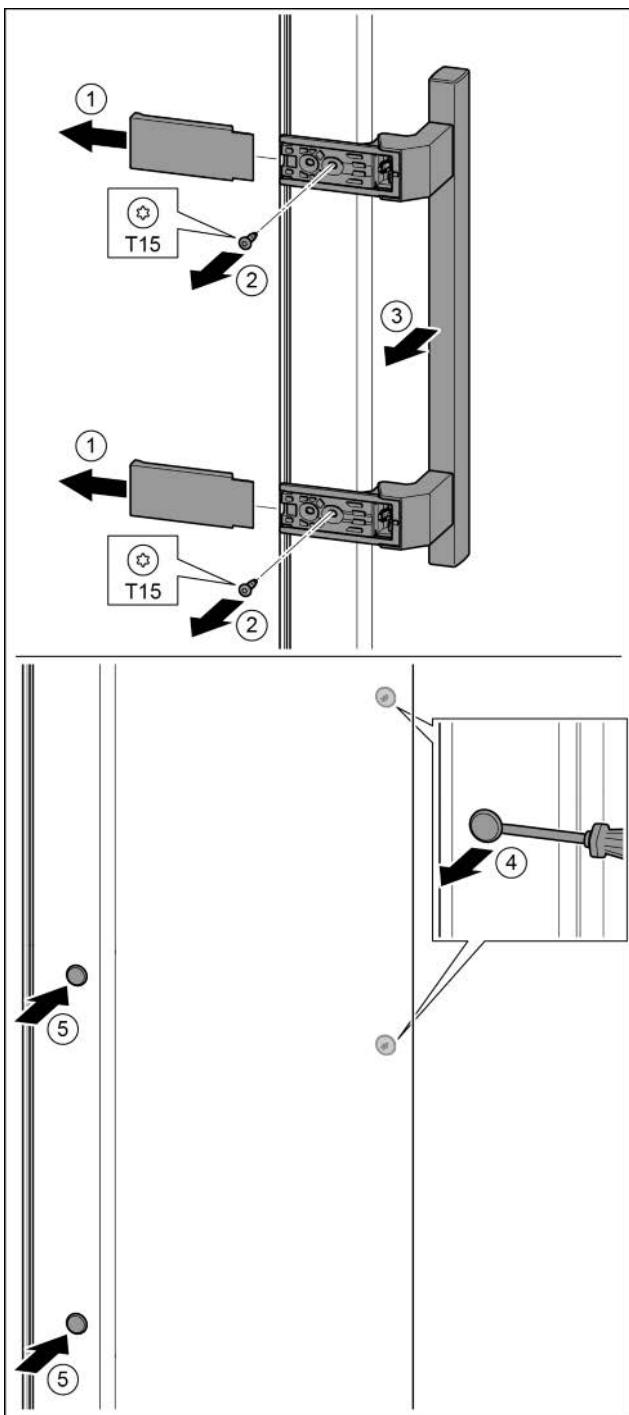

Fig. 18
- Снять крышку. Fig. 18 (1)
- Выкрутить винты отверткой T15. Fig. 18 (2)
- Снять ручку. Fig. 18 (3)
- Осторожно приподнять шлицевой отверткой боковые заглушки и вынуть их. Fig. 18 (4)
- Заглушки снова вставить с другой стороны. Fig. 18 (5)